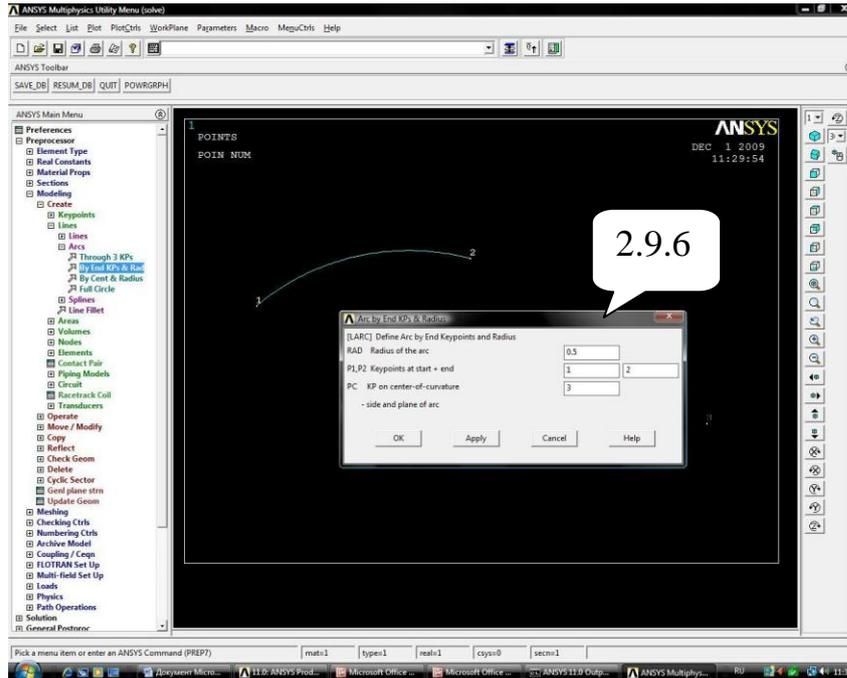

Рисунок 1.8 – создание дуги по двум точкам и радиусу
2.9.6 Задйте величину радиуса «RAD =0.5» (рисунок 1.8).